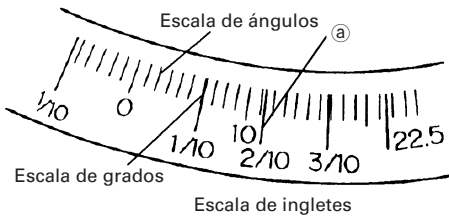
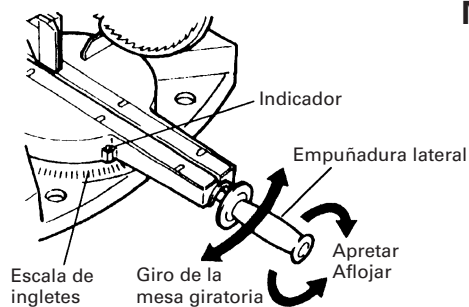

Fig. 25
Fig. 27
- (1) Afloje la empuñadura lateral y ajuste la mesa giratoria hasta que el indicador quede alineado con el valor deseado de la escala de ingletes (Fig. 27).
- (2) Vuelva a apretar la empuñadura lateral para asegurar la mesa giratoria en la posición deseada.
- (3) La escala de ingletes (Fig. 25) indica tanto el ángulo de corte de la escala de ángulos como el gradiente en la escala de ángulos.
- (5) Por lo tanto, para cortar una pieza de trabajo con un grado de 2/10, ajuste el indicador a la posición ② como se indica en la Fig. 25.